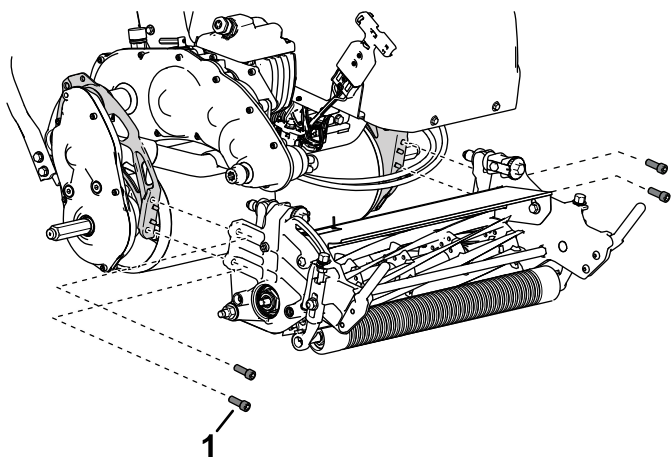

Figura 35
4. Retire los tornillos allen que fijan la unidad de corte al bastidor (**Figura 35**).